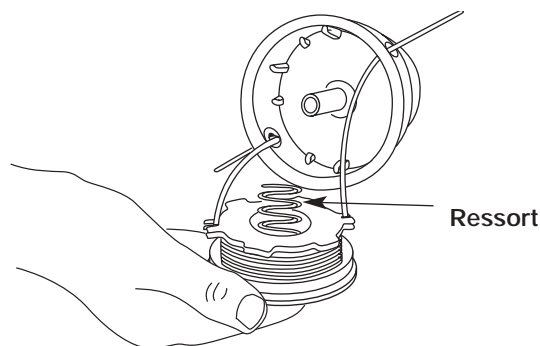

Fig. 23
- Insérez les extrémités du fil dans les œillets de la bobine extérieure et placez le moulinet et le ressort dans la bobine (Fig. 23). Enfoncez le moulinet et la bobine ensemble. Tout en tenant le moulinet et la bobine, saisissez les extrémités et tirez fermement pour dégager le fil des fentes de retenue de la bobine.
5. Insérez les extrémités du fil dans les œillets de la bobine extérieure (Fig. 23).